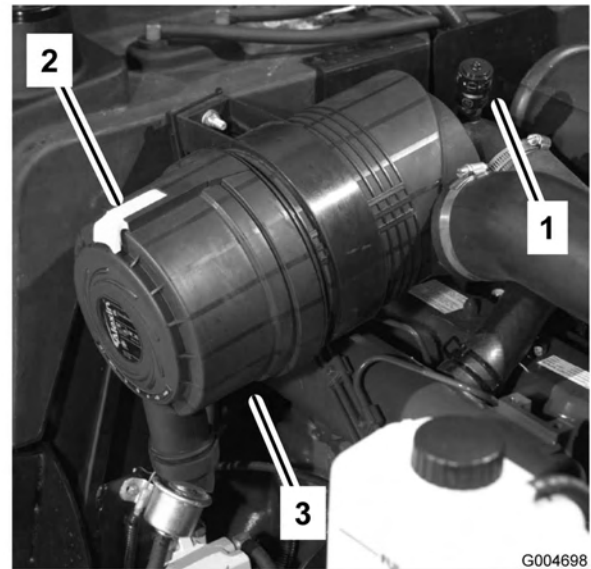

Figura 46
1. Tire hacia fuera del enganche y gire la tapa del limpiador de aire en el sentido contrario a las agujas del reloj (Figura 46).
7. Instale la tapa orientando la válvula de salida de goma (Figura 46) hacia abajo - aproximadamente entre las 5:00 y las 7:00, visto desde el extremo. Cierre el enganche.